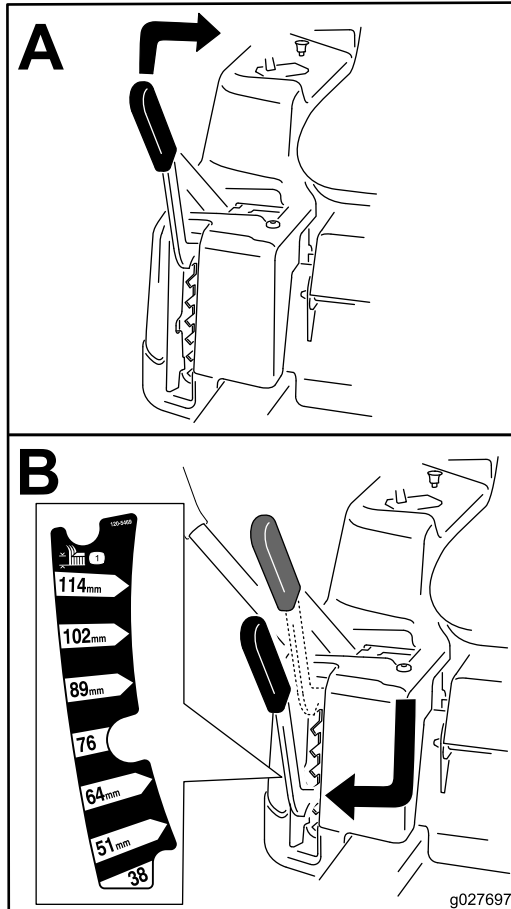

Figure 30
**Remarque:** La position de transport est la hauteur de coupe la plus élevée (115 mm), comme montré à la Figure 30.
La hauteur de coupe est commandée par le levier situé à droite de la position de conduite (Figure 30).